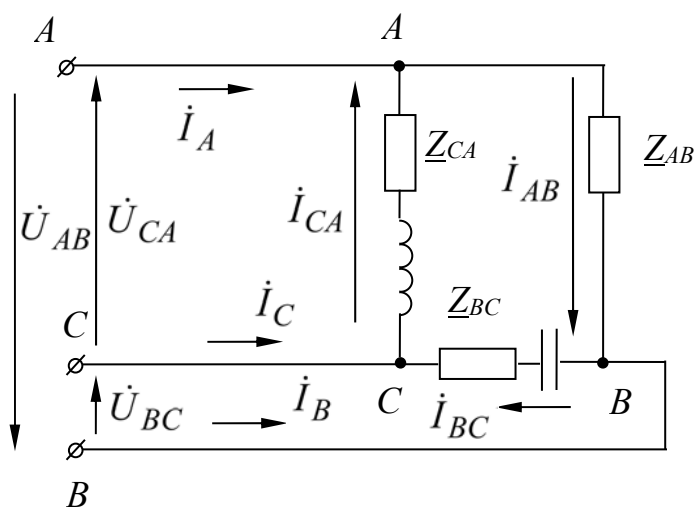

Рисунок 20 – Трехфазная электрическая цепь
**Задача 1.** К трехфазной линии электропередачи, линейные напряжения которой симметричны:  $U_{AB} = U_{BC} = U_{CA} = 220$  В, присоединены три приемника энергии по схеме «треугольник» (рисунок 20). Комплексные сопротивления этих приемников  $\underline{Z}_{AB} = 22$  Ом;  $\underline{Z}_{BC} = 19 - j11$  Ом;  $\underline{Z}_{CA} = 19 + j11$  Ом. Определить линейные и фазные токи в цепи и построить векторную диаграмму.